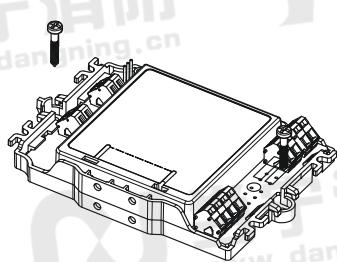

图 2
- 表面安装 (图 2)
- 将模块放置在平整表面 (图 2)。